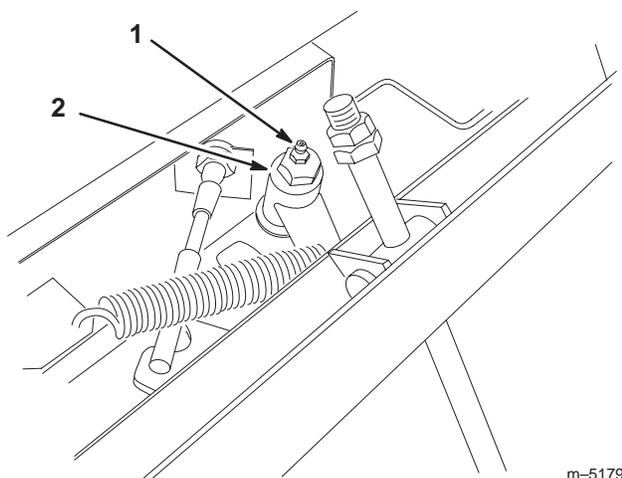

Bild 33
4. Lockern Sie die Sicherungsmutter an der Einstellnocke (Bild 33).
5. Starten Sie den Motor und drehen die Einstellnocke nach links oder rechts, bis sich das Rad nicht mehr dreht (Bild 33).
6. Stellen Sie den Motor ab und ziehen die Sicherungsmutter zum Absichern der Einstellung fest (Bild 33).